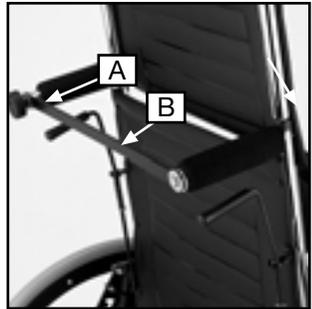

Fig. 9
3.2 Respaldos reclinables con cabecero (Mod. 4001 y 4031). (Fig. 9, pag.3)